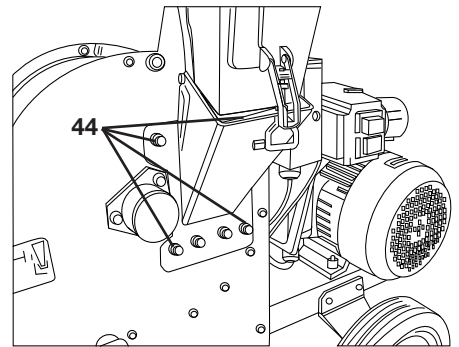

Bild 41
- Seitlichen Trichter durch Lösen der 4 äußeren Sechskantmutter (44) (SW 13) entfernen (siehe „Bild 41“).
- Nach dem Wechsel des Gegenmessers muss der seitliche Trichter wieder angeschraubt werden (siehe „Bild 41“, Seite 15).